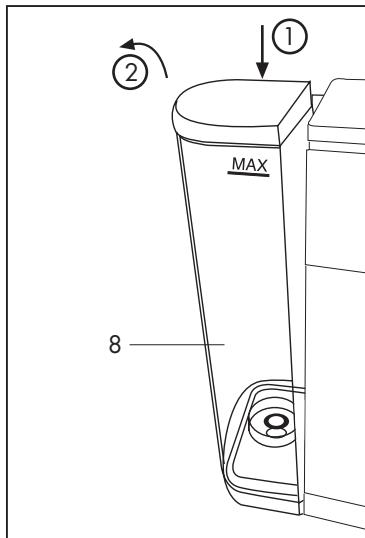

Fig. 1
- Para extraer el depósito (8) presione hacia abajo y gírelo al mismo tiempo hacia el exterior (**Fig.1**)